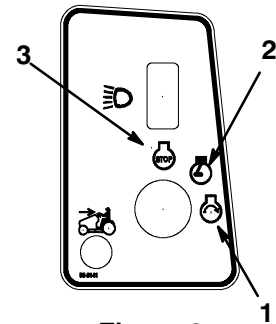

Figure 9
6. Tourner la clé de contact dans le sens des aiguilles d'une montre jusqu'en position de démarrage ("START", Fig. 9), la maintenir jusqu'à ce que le moteur démarre, puis la lâcher.
2. Tourner la clé de contact sur “ARRET” (Fig. 9).